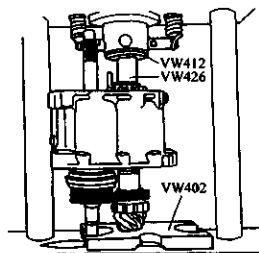

图 3-67 将输入轴和输出轴的后轴承安装在轴承支座上
38) 将带有三档和四档拨叉的输入轴及输出轴的外后轴承装在轴承支座上, 如图 3-67 所示。